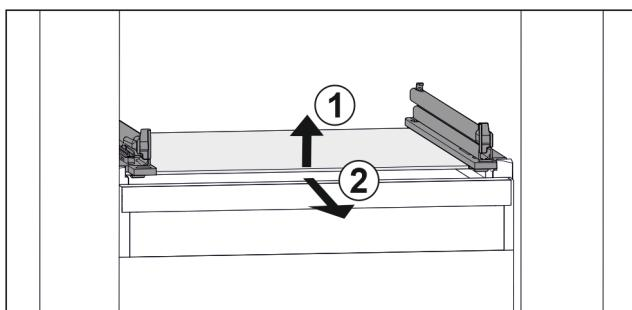

Fig. 72 Příklad znázornění skleněné desky
- Nadzvědněte skleněnou desku vpředu. Fig. 72 (1)
- Vyjměte skleněnou desku dopředu. Fig. 72 (2)